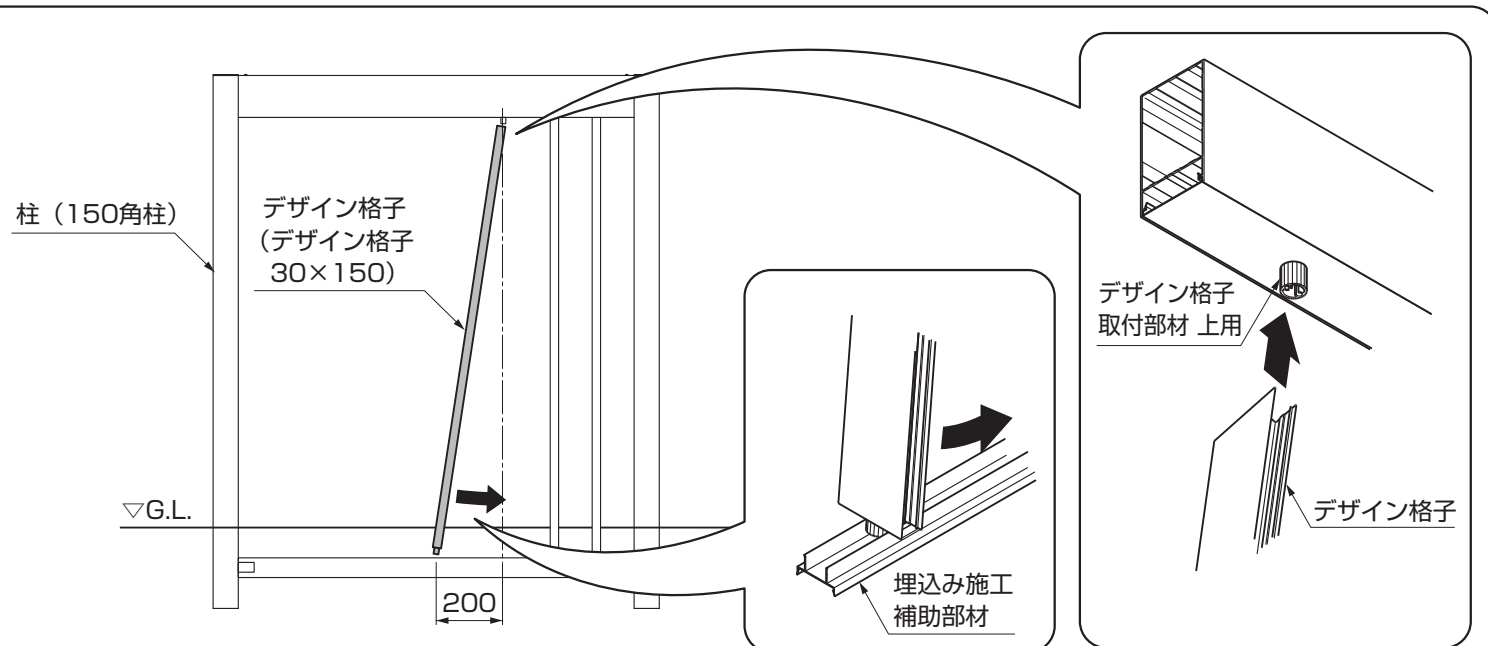

図11-9
- ②デザイン格子取付け部材 上用の取付け後、図11-9を参考にデザイン格子をデザイン格子取付け部材 上用、埋込み施工補助部材に入るよう斜めにして取付けてください。この際に作業幅が200mm程度必要となります。